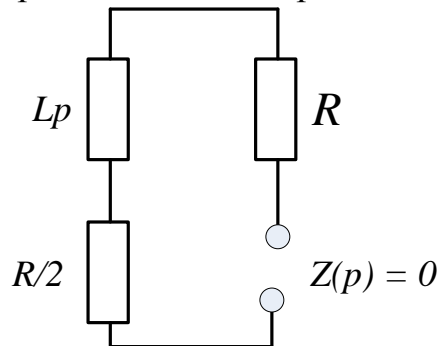

Рис.19. Схема для определения $Z(p)$
9. Корень характеристического уравнения определим из схемы на рис.19, которая получается путем замены L на pL . Ветвь с источником тока, имеющем бесконечно большое сопротивление убирается, а оставшаяся схема размыкается в любом месте. Относительно точек разрыва определяется сопротивление $Z(p) = 0$, из которого определяют корень характеристического сопротивления.
6. Корень характеристического уравнения такой же, как и для схемы, изображенной на рис.19: $p = -90 \text{ 1/c}$, постоянная времени $\tau = 0.011 \text{ c}$